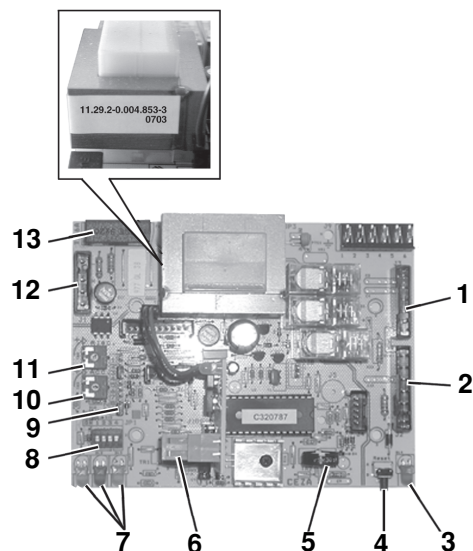

fig. 2
Ciò è ovviamente possibile entro i limiti di potenza utile e di temperatura massima di esercizio previste. In linea generale il circuito elettronico di controllo riceve delle informazioni di ingresso provenienti dalla caldaia (i sensori) o dall'esterno (pannello comandi, termostato ambiente ecc.), le elabora e di conseguenza agisce con dei comandi in uscita su altri componenti della caldaia e inviando informazioni sullo stato di funzionamento (indicatori luminosi LED) (fig.2 pos.7).
Sul circuito elettronico di controllo sono situati alcuni dispositivi di selezione e regolazione delle funzioni, di protezione e di indicazione (fig.2).
L'utente agendo sulle manopole di regolazione temperatura sanitaria o riscaldamento o sul comando remoto va ad agire sui potenziometri di regolazione (pos. 5 e pos. 6 in fig.2) temperatura del circuito di controllo.
Il circuito elettronico di controllo è dotato di tre indicatori luminosi (LED) 7 in (fig.2) che emettono delle indicazioni luminose.